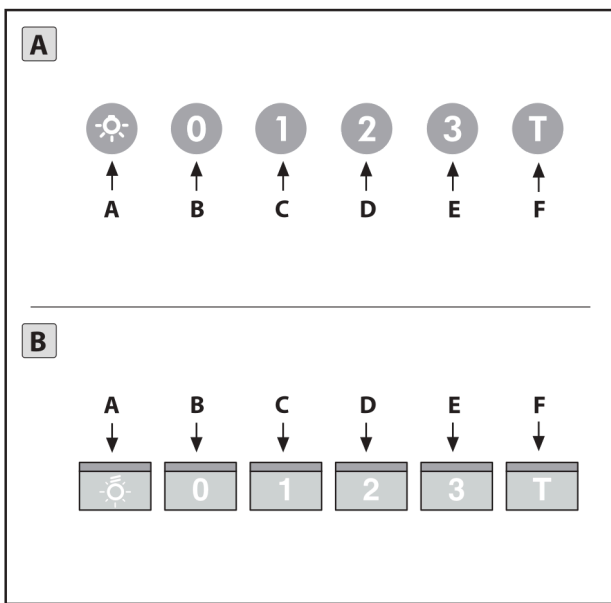

Fig.21
- Manöverfunktioner lysande (Fig.21) beskrivs symbolerna här nedan: